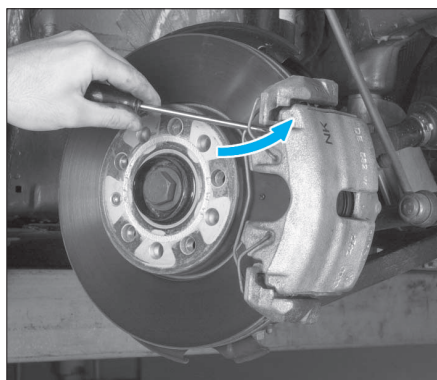

FIG. 6
- Détacher le ressort de maintien en faisant levier à l'aide d'un tournevis (Fig.6).